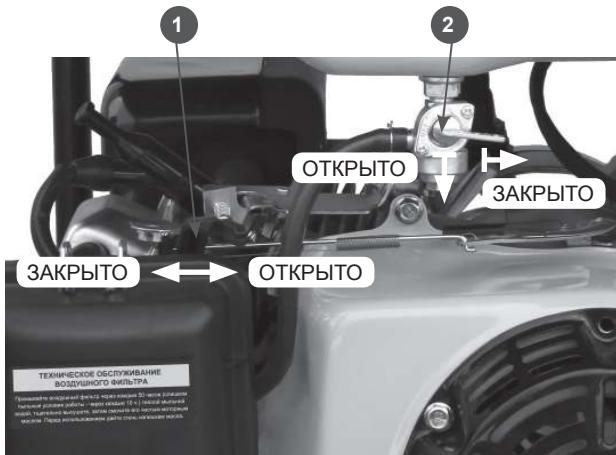

Рис.7
- Закройте воздушную заслонку карбюратора(1) Рис.7. Рычаг воздушной заслонки передвиньте влево до упора.
- Откройте топливный кран(2) Рис 7. Рычаг крана поверните по часовой стрелке вниз до упора.